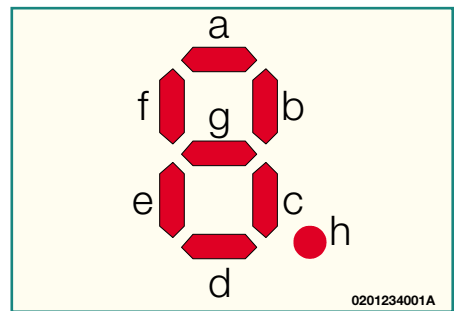

Bild 7: 7-Segment-Anzeige
- gemäss dem Bild 7 - die Segmente a, b, c, d und g in der Anzeige eingeschaltet werden. Es wäre nun wünschenswert, die für die Anzeige aller Ziffern notwendigen Kombinationen für das P4OUT Register aus einer Tabelle entnehmen zu können. Mittels eines Registers, das die darzustellende Zahl (0 bis 9) enthält, soll anhand der Tabelle der korrekte Wert definiert werden. Die Adressierungsart, mit der dies möglich ist, heisst „Indexed Mode“.